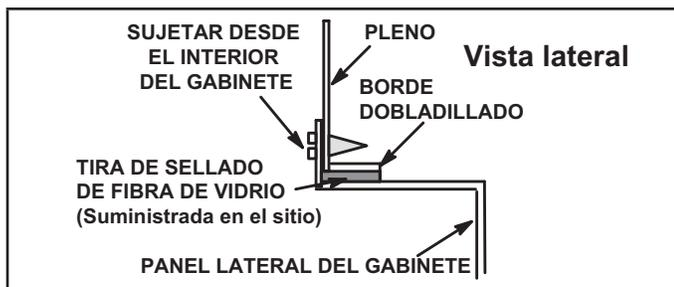

FIGURA 10
- 4 - En las instalaciones en un clóset, podría ser imposible instalar los tornillos para lámina de metal desde afuera. En ese caso, haga el pleno con un frente desmontable e instale los tornillos desde adentro (vea la FIGURA 10).